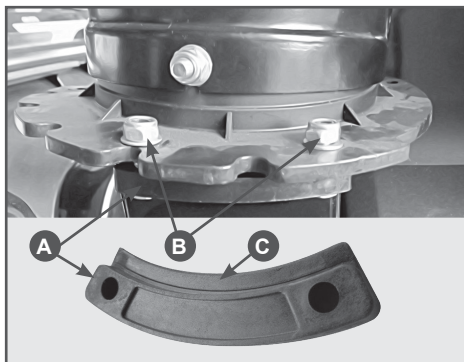

Рис.3 Установка желоба
2. Установите желоб для выброса снега на кожух шнеков (Рис.3) и зафиксируйте его болтами (В) через прокладки (А).
При установке желоба, прокладки (А) выступами (С) (Рис.3) устанавливаются вверх.